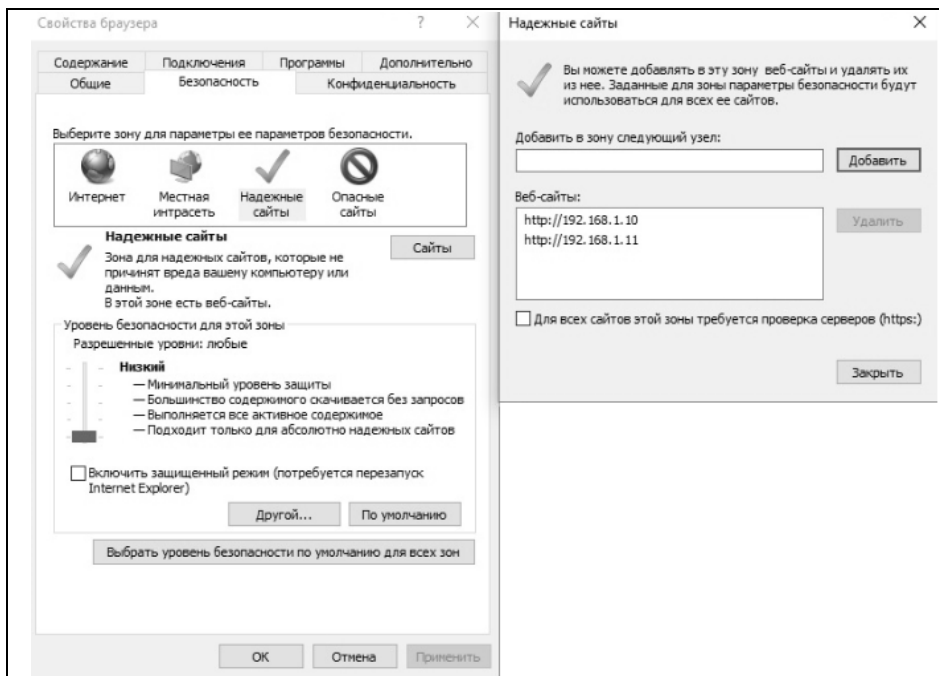

Рисунок 2
- в свойствах браузера на вкладке "Безопасность" необходимо (рисунок 2):